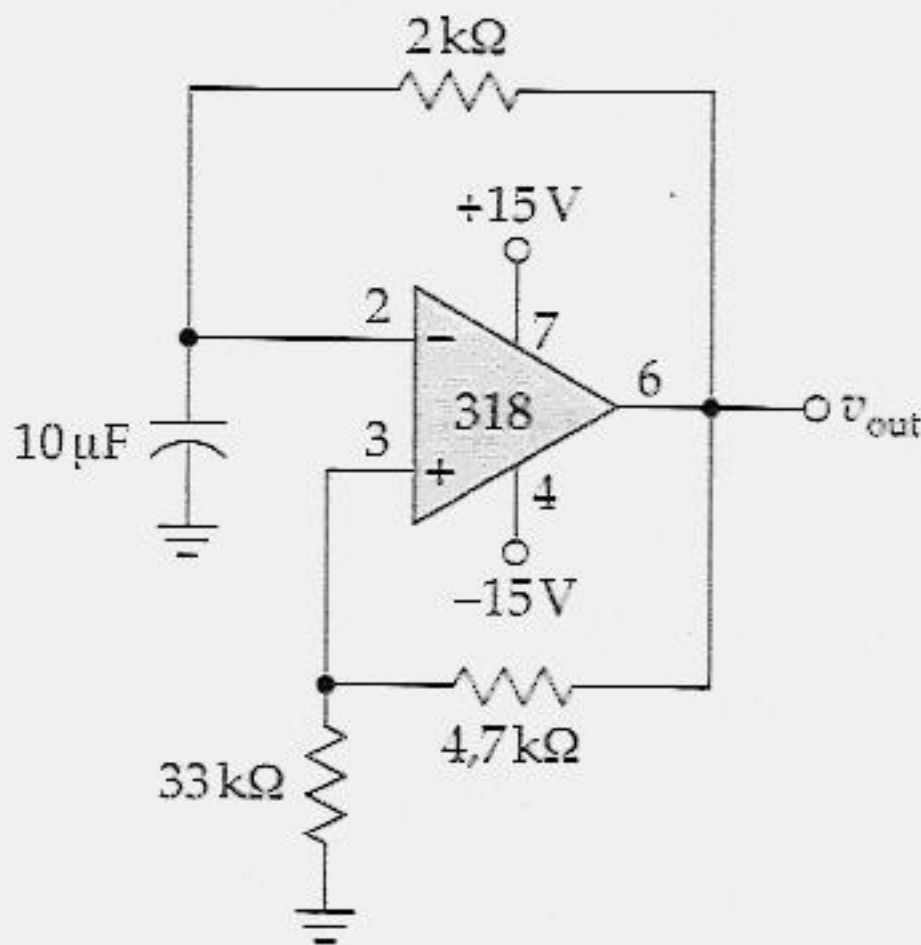

Figura 21.43
- 21.21 Qual a frequência do sinal de saída da Figura 21.43?
- 21.22 Se os valores de todos os resistores da Figura 21.43 forem dobrados, o que acontece com a frequência?
- 21.23 Desejamos que a frequência de saída da Figura 21.43 seja de 20 kHz. Sugira algumas mudanças para que isso aconteça.